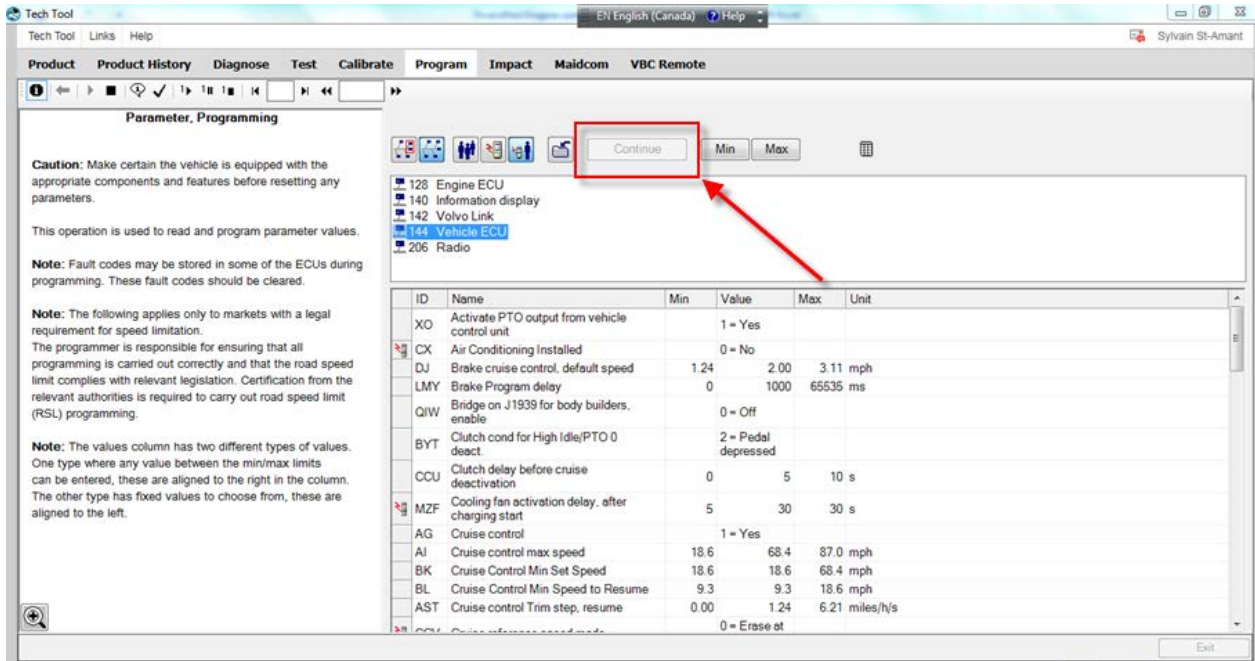

FIGURE 34
6. Cliquez sur CONTINUE (FIGURE 34).